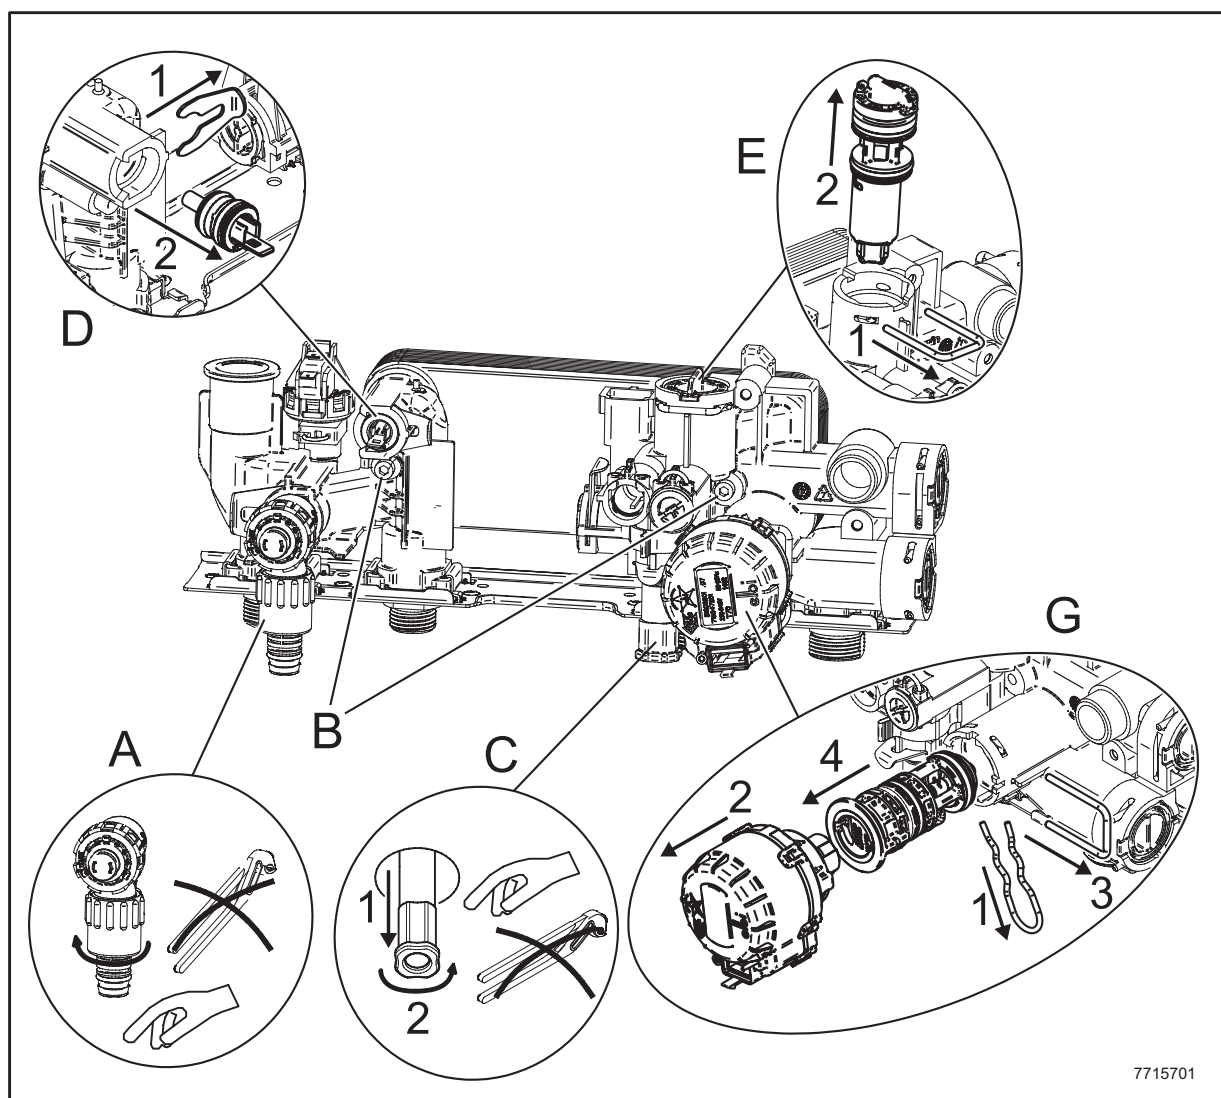

Рис.16
Фильтр ГВС расположен внутри разборного катриджа и находится на входе холодной воды (Е) (рисунок 16). Для очистки фильтра выполнить следующие операции:
- Снять зажим 1Е (рис.16);
- Снять фильтр (2Е рис.16).
При отсутствии специального крана необходимо демонтировать вторичный теплообменник, как описано в следующем параграфе, и очистить его отдельно. Рекомендуем очистить от известкового налета также датчик NTC системы ГВС и место его расположения (рис.16 D).
- отвинтите два винта (прямо перед вами), крепящие теплообменник ГВС, и выньте его (рис.16В).